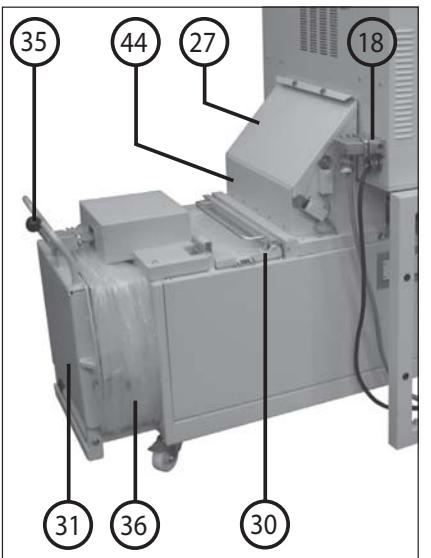

Fig. 2
L'impianto viene disinserito per mezzo dello sportello di copertura (27) sollevato (aperto) (fig. 2), quando la camera all'interno della tramoggia (44) (fig. 2) per un ristagno nell'apertura di riempimento del comprimitore è completamente riempita di materiale trinciato. Lampeggia la spia di controllo (9) "Ristagno in uscita".